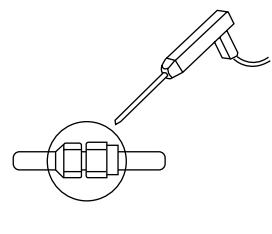

Abb. 7-2
- Nach Herstellung der Verbindungen sind die Kupplungen auf eventuelle Kältemittel-Leckagen zu überprüfen bei Verwendung eines Leckstellensuchers, siehe Abb. 7-2.